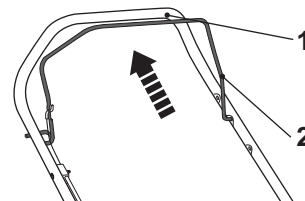

Fig. 16
- > Tirez la barre de frein [2] vers la poignée [1] et maintenez-la en position lorsque vous démarrez le moteur. Gardez-la serrée pendant le fonctionnement (Fig. 16).